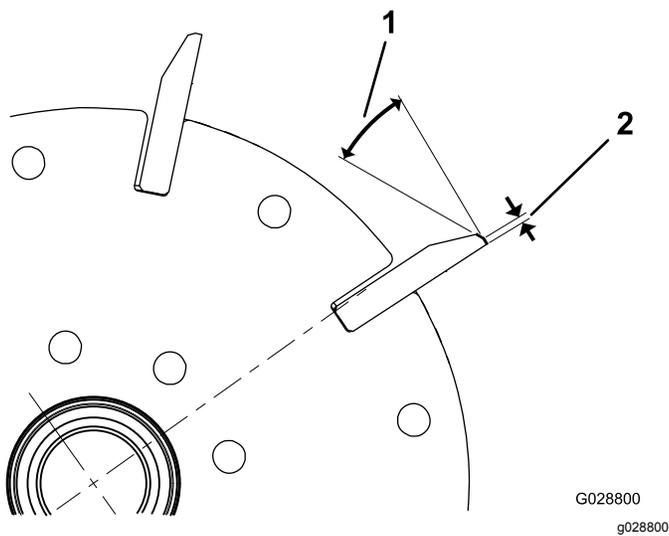

Bild 26
1. Tragen Sie einen Nachschliff von 30 Grad auf alle Messerspindeln auf, bis die Kante 1,3 mm breit ist (Bild 26).